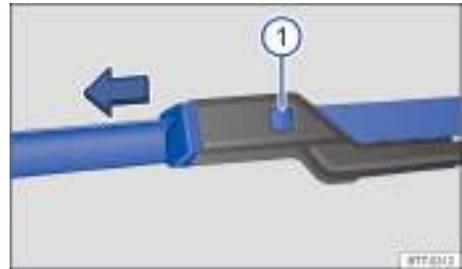

Fig. 145 En el parabrisas: cambiar las escobillas limpiaparabrisas.
- Mantenga presionada la tecla de desbloqueo → fig. 145 ① y tire al mismo tiempo de la escobilla en el sentido de la flecha.